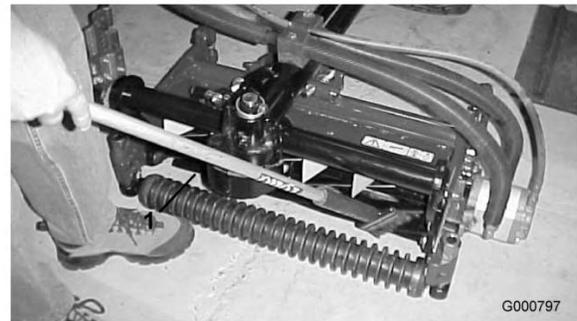

Figure 86
8. Appliquez du produit de rodage avec un pinceau à long manche (Réf. Toro 29-9100). N'utilisez jamais de pinceau à manche court (Figure 86).